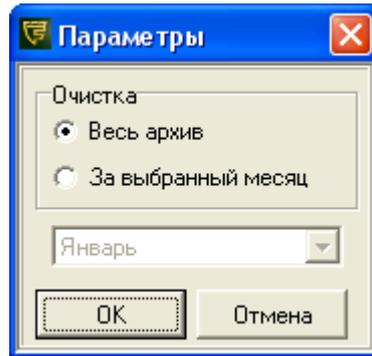

Рисунок 6.16
- «Очистка архива». Данный подпункт позволяет провести очистку баз данных от архивной информации. Для очистки баз данных установите указатель мыши на подпункт «Очистка архива» и нажмите левую кнопку мыши. В появившемся окне (рисунок 6.16) выберите очистку всего архива или очистку за выбранный месяц и нажмите кнопку «ОК»;